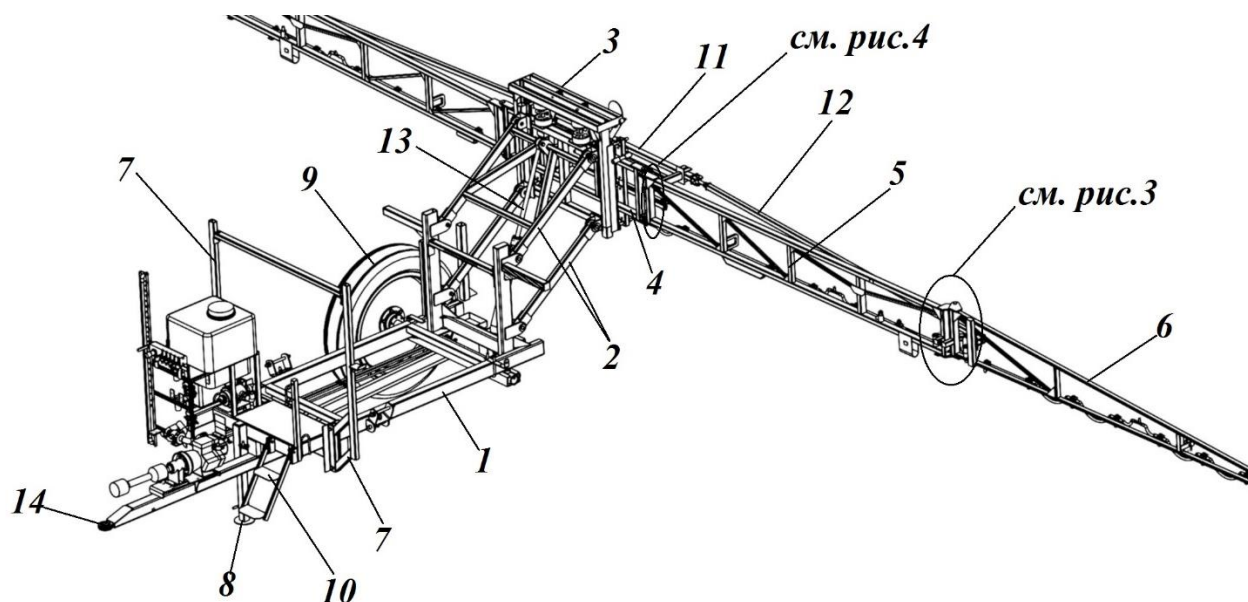
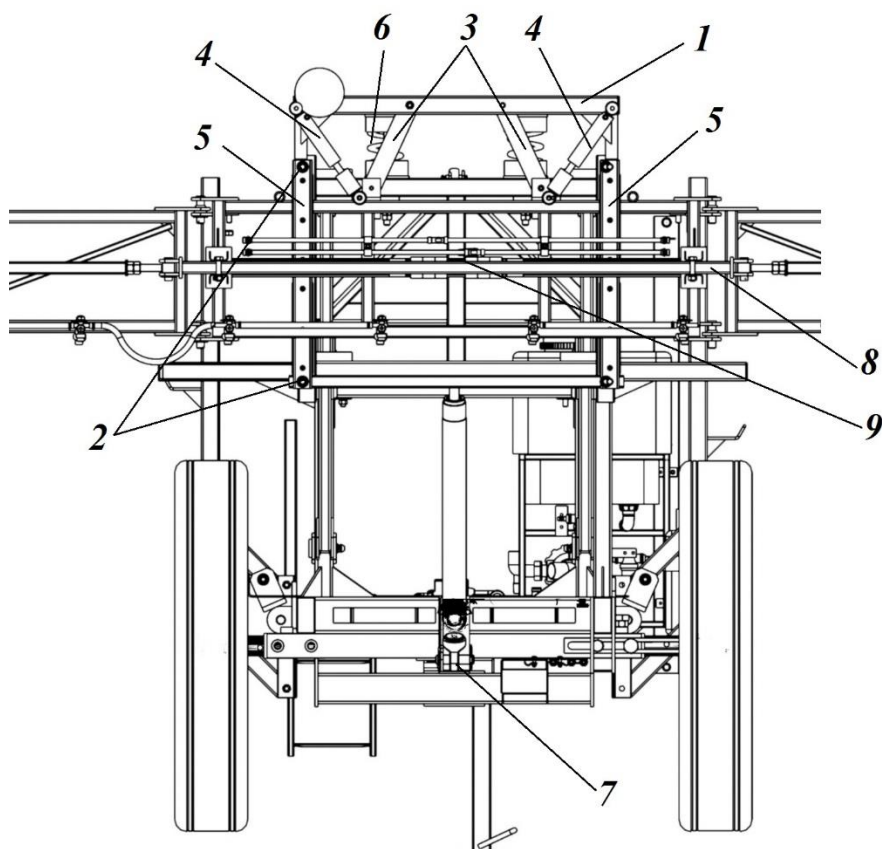

Рис.2 Рама с колесным ходом
Рис.6 Подвеска штанги
Рама шасси (рис.2 поз.1) опрыскивателя опирается на два пневматических колеса (рис.2 поз.9). В передней части находится прицепное устройство, подножка и опора (рис.2 поз.8). Сзади к вертикальным стойкам крепится рамка (рис.2 поз.2) для шарнирной подвески штанги (рис. 2 поз.3 и рис.6). Подвеска штанги включает в себя параллелограмм с гидроцилиндром подъема и гидрокомпенсатором для гашения вертикальных ударов при перемещении опрыскивателя по неровностям почвы, а также 2 амортизатора (рис.6 поз.4) для гашения горизонтальных раскачиваний. Раскрытие штанги обеспечивается ригельным механизмом с дополнительным амортизирующим элементом.
Подъем и опускание штанги осуществляется с помощью гидроцилиндра (рис.2 поз.15), который установлен на середине поперечного бруса рамы.
4.1. Шасси (рис.2) состоит из рамы, ходовых колес со ступицей. Шасси предназначено для монтажа основных сборных единиц и сцепки опрыскивателя с трактором.
В передней части рамы находится кронштейн - площадка для установки насоса и предохранительной опоры с эластичной муфтой, места для установки опоры в рабочем и транспортном положении и прицепная серьга. В задней части рамы монтируется рамка навески и гидроцилиндр подъема (опускания) штанги (см. рис.2). Для установки штанги в транспортное положение и осей колес предусмотрены поперечины, к одной из которых приварены вогнутые пластины для улавливания секций штанги при переводе их в транспортное положение. (рис.5 поз.2)